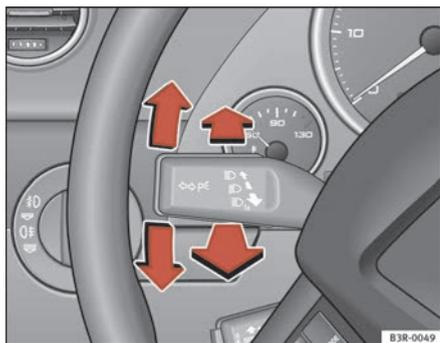

Fig. 91 Alavanca das luzes indicadoras de mudança de direcção e dos máximos
- Desloque a alavanca para cima até ao limite ⇒ **fig. 91** para ligar a luz indicadora de mudança de direcção da direita ou para baixo, para a da esquerda.